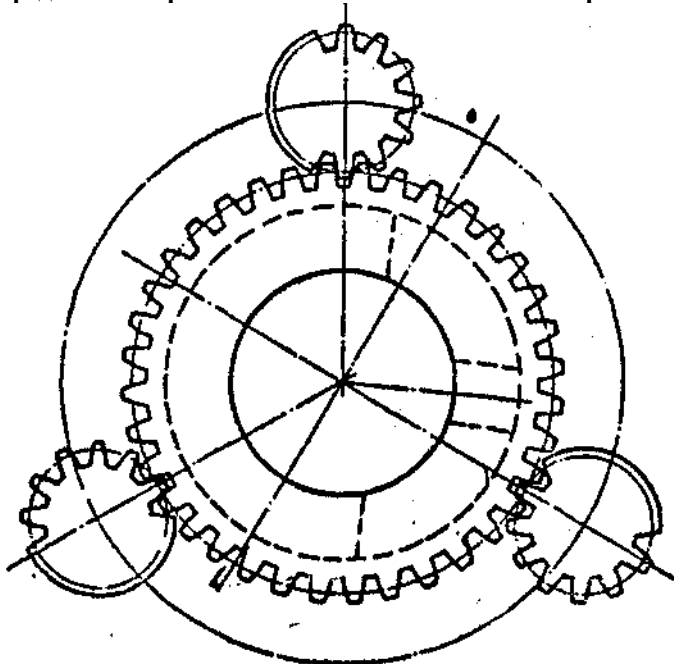

Рис. 4
3. Установка всех осей плашки должна производиться по первому нормальному зубу, как показано на рис. 4.